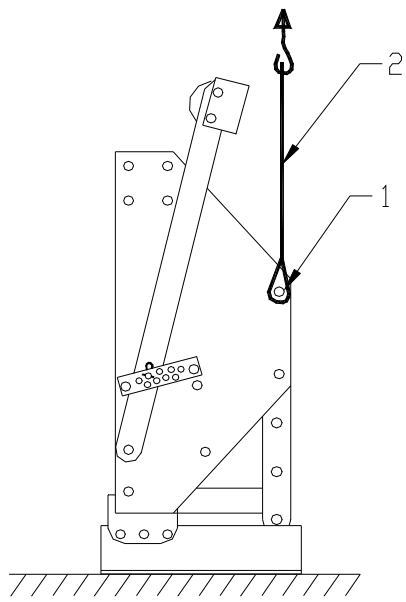

Fig. 1.
De machine wordt op een pallet geleverd. Volg voor het installeren van de machine achter een trekker de volgende procedure (zie fig.1, 2, 3, 4, 5 en 6)
2. Bevestig stevig een strop 2 van ongeveer 2,5 meter (8 ‘) aan de D-schakels in de gaten 1 aan weerszijden van de machine, zoals weergegeven in Fig.1.